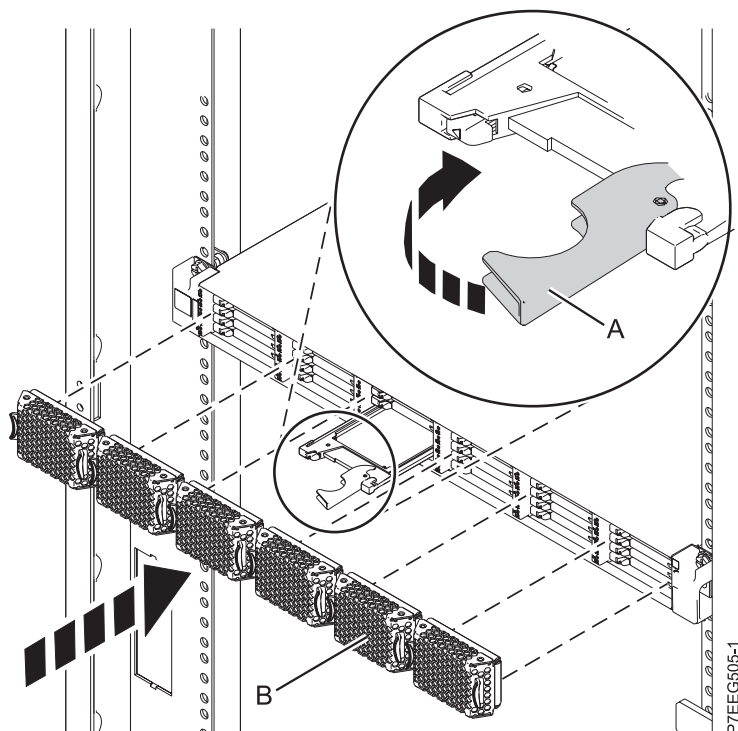

Figure 11. Installation d'une unité SSD dans le boîtier de stockage PCIe 58/88
1. Avec la poignée en position déverrouillée, alignez l'unité SSD avec les rails de guidage dans le boîtier. Voir figure 11, à la page 21.
3. Tournez la poignée de verrouillage (A) pour la mettre en position verrouillée, comme indiqué à la figure 11.
4. Installez le panneau (B).